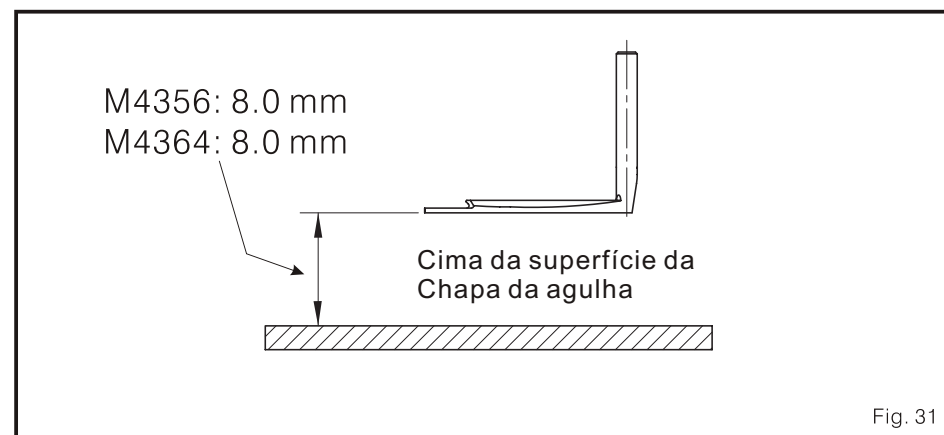

Fig. 31
4. A distância do distribuidor para a superfície da lâmina agulha está como isto é descrito: (Fig. 31)